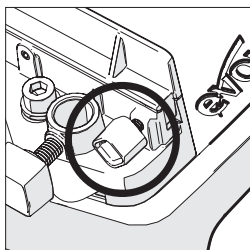

Fig. 5
- Afloje el tornillo de mariposa. (**Fig. 5**).